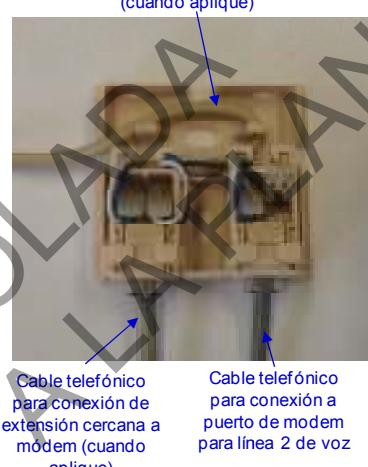

Figura 37.- Conexión de dos líneas de voz independientes, y cableado para extensiones con una trayectoria.
- c) Para conectar dos líneas de voz independientes desde la ONT. Se debe utilizar una roseta doble independiente para cada línea. Véase figura 37.